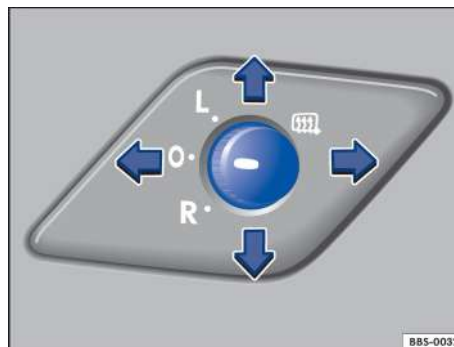

Рисунок 66. Внутри двери водителя: джойстик управления внешними зеркалами заднего вида
- Поверните джойстик на двери водителя в нужное положение →Рисунок 66.